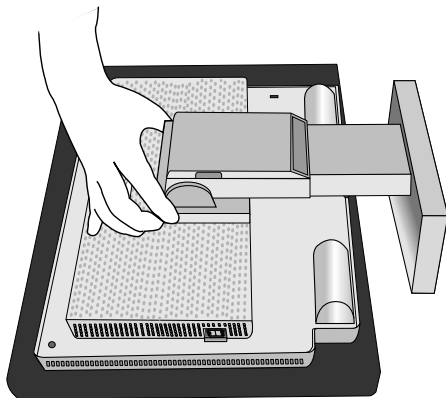
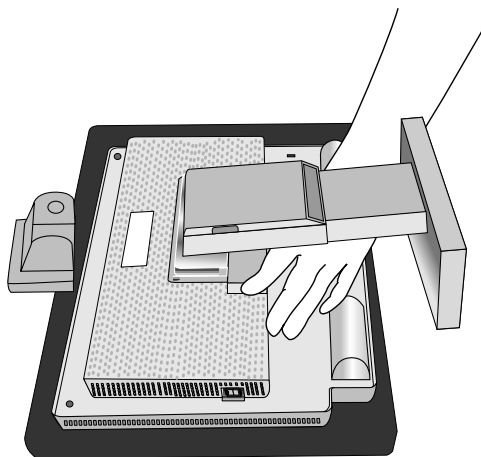

Figura R.1
Figura R.2
4. Retire la cubierta de los goznes (**Figura R.1 y Figura R.2**).